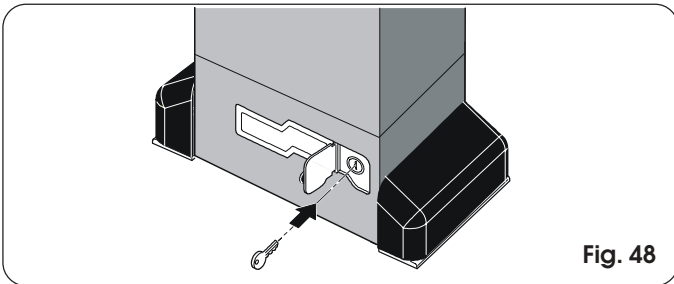

Fig. 48
- 1) Abra la portezuela de protección e introduzca la llave en dotación en la cerradura (Fig. 48).